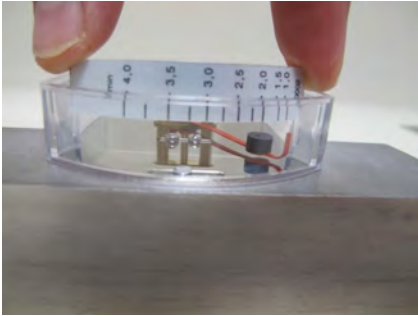

Abb. 64
- 15.** ▶ Skalenträger (mit aufgeklebter Skala) in die Führung des Kunststoffgehäuses schieben (Abb. 64). Dabei Durchflussrichtung beachten (niedrigster Skalenswert zeigt zur Eingangsseite des Gerätes)